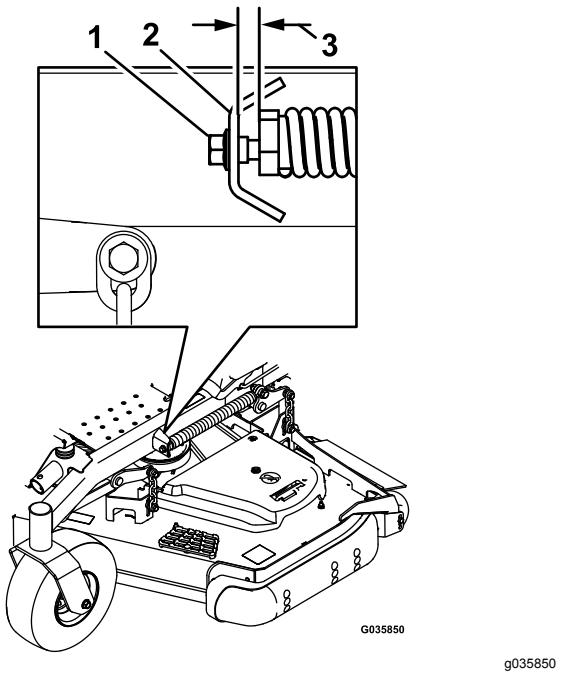

Figura 103
- B. Afloje lentamente el tornillo de ajuste del muelle auxiliar de elevación hasta que pueda retirar el tornillo (ver Figura 103).